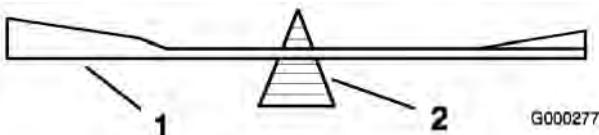
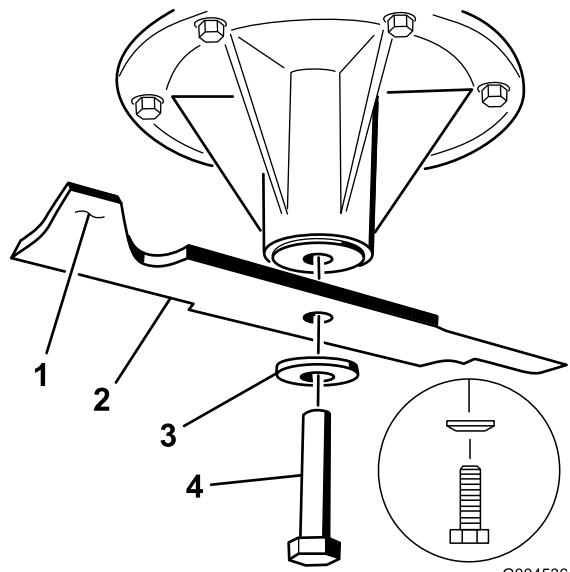

Bild 59
Bild 60
2. Entfernen Sie die Messerschraube, Federscheibe und das Messer von der Spindelwelle (Bild 60).
2. Überprüfen Sie die Auswuchtung des Schnittmessers auf einer Ausgleichsmaschine (Bild 59). Wenn das Schnittmesser in seiner horizontalen Position bleibt, ist es ausgewuchtet und kann wiederverwendet werden. Feilen Sie, wenn das Schnittmesser nicht ausgewuchtet ist, vom Flügelbereich des Messers etwas Metall ab (Bild 60). Wiederholen Sie diesen Vorgang, bis das Messer ausgewuchtet ist.
1. Setzen Sie das Messer auf die Spindelwelle (Bild 60).
2. Setzen Sie die Federscheibe und die Messerschraube ein. Der Konus der Federscheibe muss bei der Installation in Richtung Schraubenkopf zeigen (Bild 60). Ziehen Sie die Messerschraube mit 115 bis 150 Nm an.